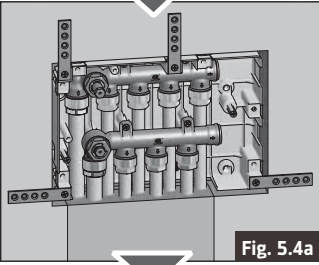

Fig. 5.4a
- Isoleer en metsel de leidingen in als dit nodig is (Fig. 5.4a).